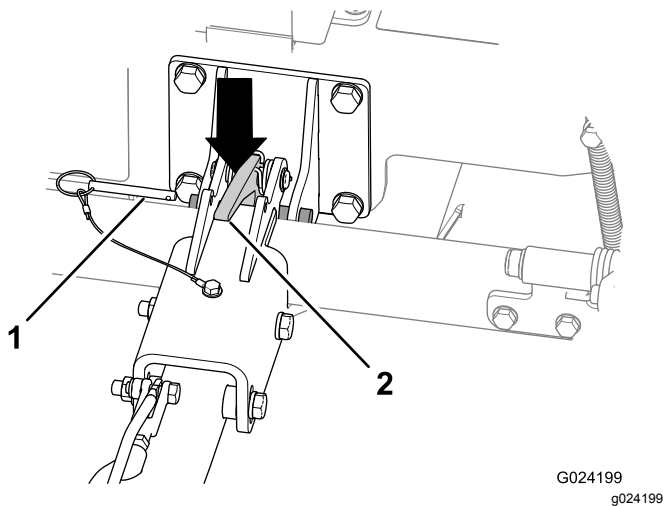

Figura 27
A. Retire o pino de bloqueio (Figura 27).
C. Empurre o trinco do engate para desengatar o engate (Figura 27).